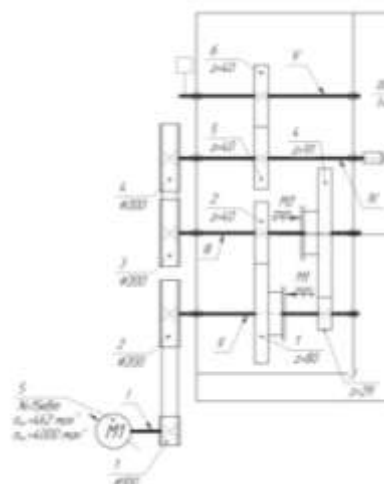

Рис. 1
6. Какой привод показан на схеме (Рис.1)?
6. Какие муфты используются в приводе(Рис.1) ?
8. Какие передачи используются в приводе (Рис. 1) в качестве постоянных передач?
9. Какие передачи используются в коробке (Рис.1)?